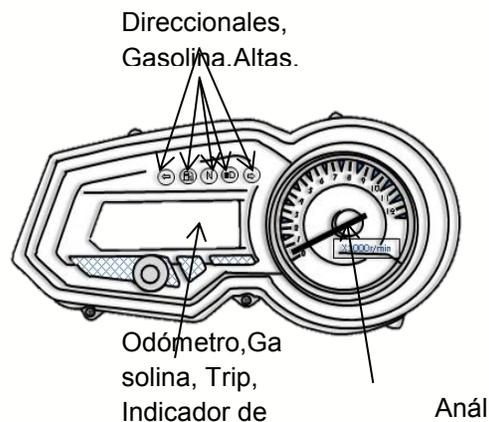

Fig.7.50
- El velocímetro es electrónico con diodos emisores de luz Fig.7.50